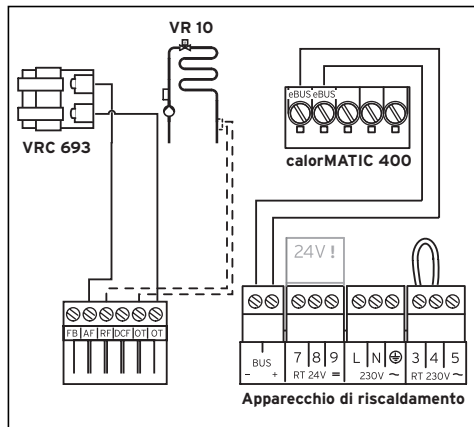

Fig. 10.1 Allacciamento elettrico
Il collegamento alla caldaia avviene tramite un cavo bus a due conduttori (eBus), vedere fig. 10.1.
- Collegare i morsetti come illustrato nello schema di collegamento (fig. 10.1).
In caso di montaggio a parete, la comunicazione con la caldaia avviene tramite eBus. Tutti i connettori eBus sono realizzati in modo da poter cablare almeno $2 \times 0,75 \text{ mm}^2$ (valore consigliato) per morsetto. A tale scopo è possibile scambiare i cavi senza interferire minimamente con la comunicazione (Fig. 10.1).
La sonda VR 10 viene collegata direttamente alla caldaia (vedere fig. 10.1).